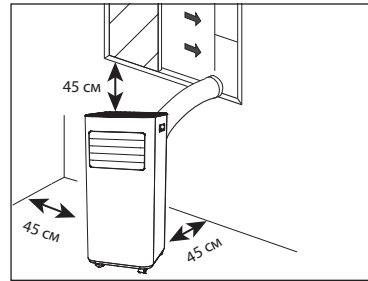

Рис. 2
4. Для эффективной работы прибора соблюдайте свободное расстояние 45 см от стенок прибора (см. Рис. 2);